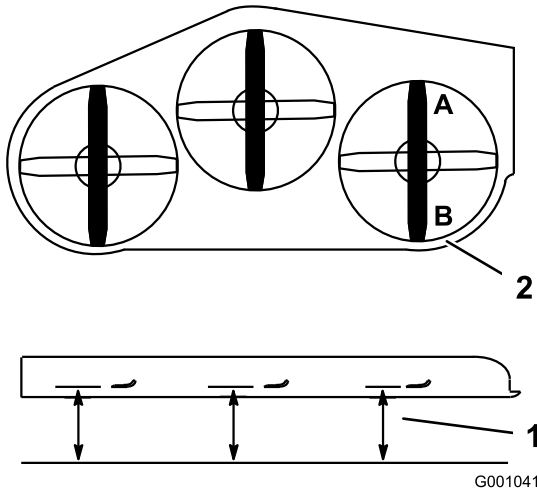
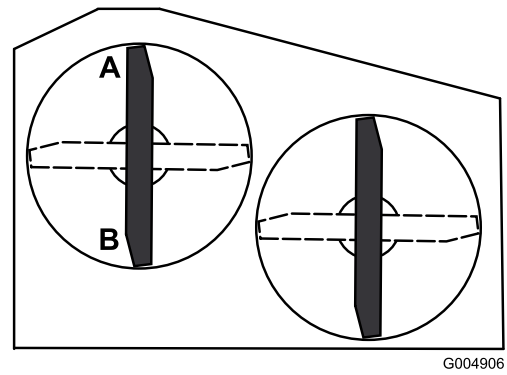

Figura 73
Figura 74
2. Coloque una cuchilla en posición longitudinal. Mida en las posiciones **A** y **B** desde una superficie nivelada hasta el filo de corte de los extremos de la cuchilla (Figura 73 o Figura 74). Para carcassas de corte de 36 pulgadas, consulte la Figura 74.
- Coloque las cuchillas en posición longitudinal. Mida en las posiciones **C** y **D** (Figura 73) desde una superficie nivelada hasta el filo de corte de las cuchillas.